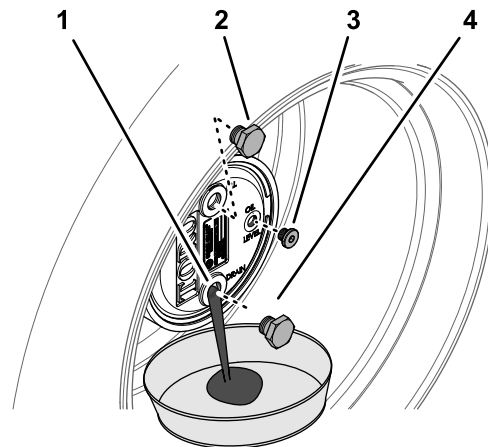

Figura 106
2. Retire el tapón de llenado en la posición de las 12 y compruebe el tapón en la posición de las 3 (Figura 106).
3. Coloque un recipiente debajo del cubo planetario, retire el tapón de vaciado en la posición de las 6 y deje que se drene el aceite (Figura 106).
5. Instale el tapón de vaciado en el orificio de vaciado del alojamiento de los engranajes planetarios (Figura 106).